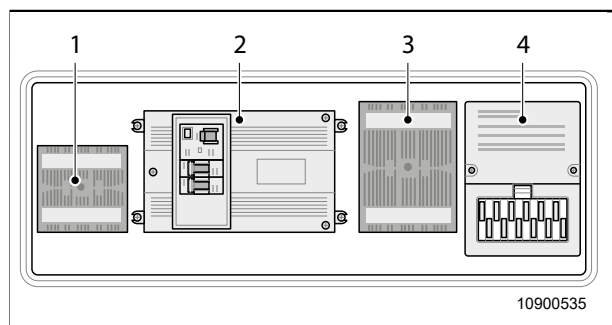

Fig. 52 Elcentral
De till 12 V strömförsörjningen anslutna elektriska förbrukarna i bodelen är säkrade med separata smältsäkringar i fördelarlådan (Fig. 52, pos. 4).
Laddaren är i drift när 230 V nätanslutningen upprättats. Laddarens strömbrytare (Fig. 52, pos. 3) lyser. Tryck på strömbrytaren om den inte lyser.